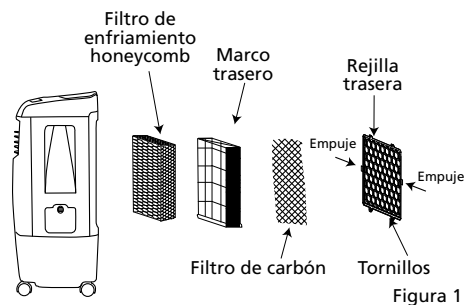

Figura 1
- El filtro de carbón* y el filtro de enfriamiento Honeycomb se encuentran dentro de la rejilla posterior. Vea la figura 1 para obtener instrucciones sobre la manera de sacarlos de la unidad para su limpieza y mantenimiento.